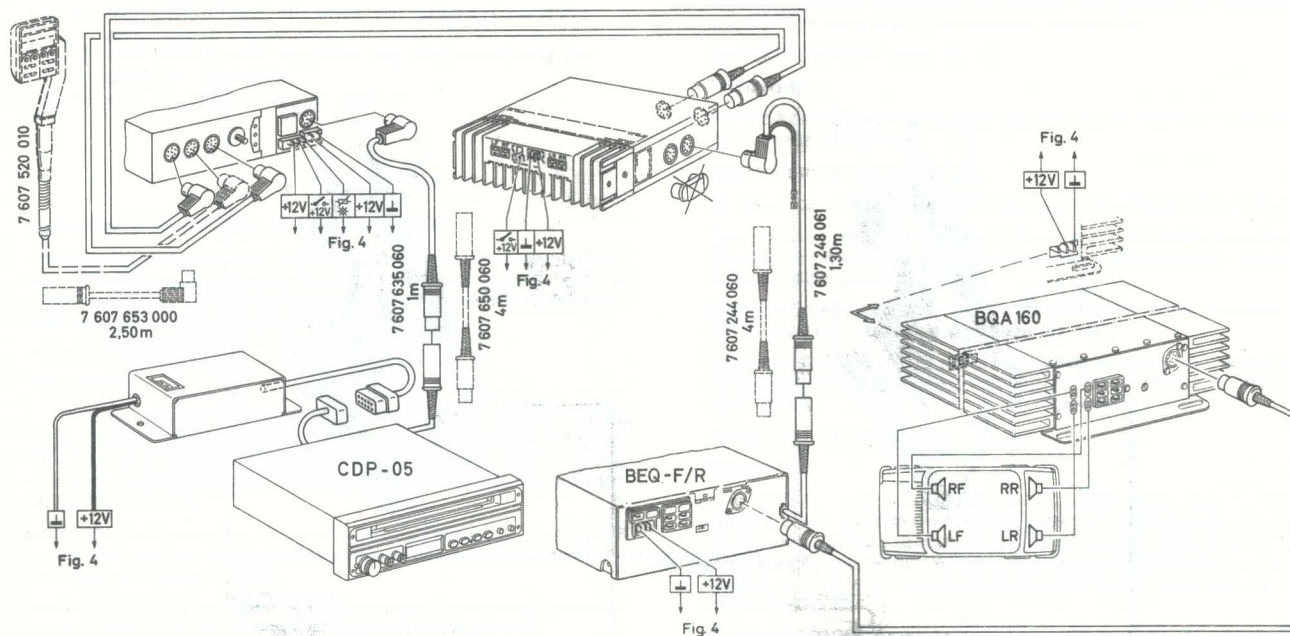

Fig. 9
Fig. 9 avec CDP 05 avec égaliseur (p.ex. BEQ-F/R) et amplificateur (p.ex. BQA 160)
- Fig. 9 con CDP 05 y CCP 08 con ecualizador (p.e. BEQ-F/R) y amplificador (p.e. BQA 160)
Fig. 9 con CDP 05 con equalizzatore (es. BEQ-F/R) e am-